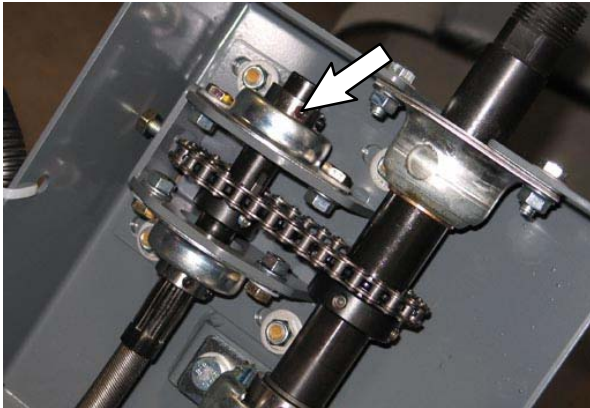
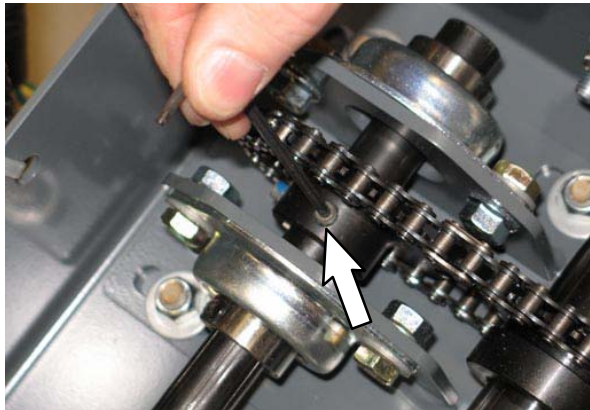
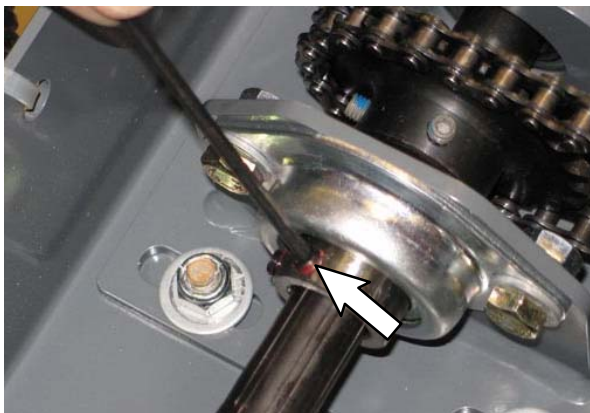

FIG. 31
FIG. 32
FIG. 33
30. Afloje los seis tornillos de fijación en el rodamiento con brida superior, piñón de dirección y rodamiento con brida inferior. (Fig. 31 / Fig. 32 / Fig. 33)